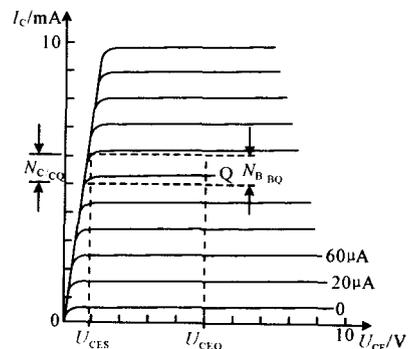

图 1-4 晶体管输出特性曲线
解: 根据被测管的类型和需要测量的特性参数, 将面板上各旋钮按表 1-1 预置, 并插上被测管, 屏幕上即可显示被测特性曲线, 如图 1-4 所示。
(3) 饱和压降。如图 1-4 所示, 该晶体管的饱和压降  $U_{CES} = 0.8V$ 。